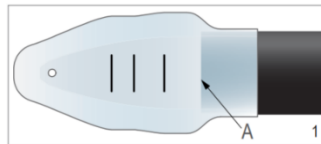

図1 キャップの取り付け
- 2) 内視鏡の先端が本品内の底に当たるまで押し込む (図 1-A)。